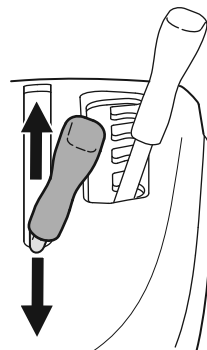

Figura 19
2. Empuje la palanca de PTO (Acople de Cuchillas) hacia adelante hasta la posición acoplada (ON). Consulte la Figura 19.